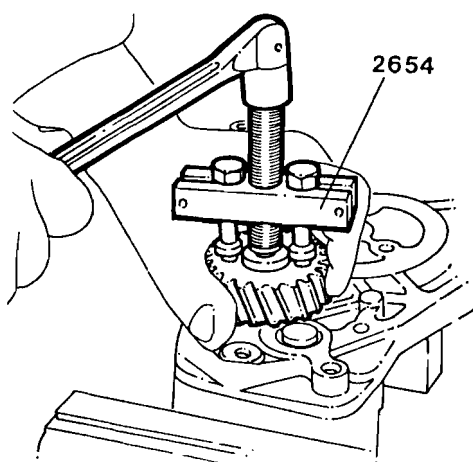
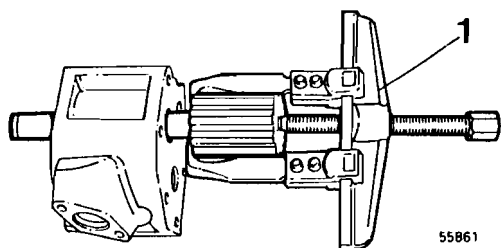

Fig. 204
Fig. 205
- 2 Extraer el piñón propulsor de la bomba del eje, véase fig. 204. Quitar la chaveta de eje, golpeándola (modelo anterior).
- 3 Quitar el cuerpo de bomba posterior (9) y eventual boquilla.
- 4 Quitar el cuerpo de bomba (8) delantero junto con los engranajes de la misma.
- 5 Quitar las ruedas sueltas (1 y 13). Introducir el eje (2) unos 10 mm, golpeándolo, en la rueda provista con un chavetero (rueda propulsora posterior). Extraer el resto de la rueda con un extractor, véase fig. 205. Quitar la chaveta del eje, golpeándola.